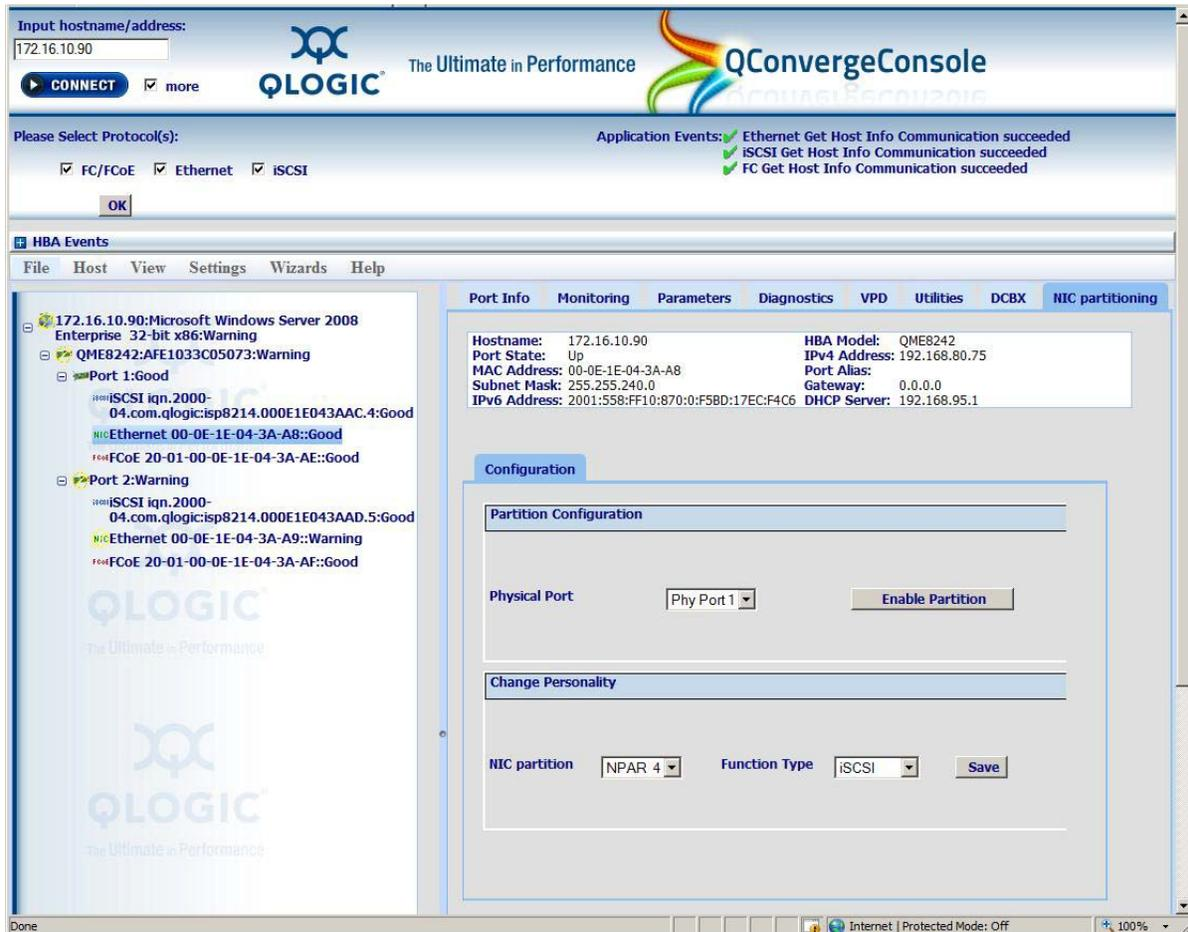

Figure 4-15. Page Configuration du partitionnement NIC (partitionnement indépendant du commutateur)
3. Sélectionnez l'onglet **Partitionnement NIC** (partitionnement indépendant du commutateur). La page de configuration du partitionnement NIC affiche les détails de configuration qui s'appliquent à la configuration de partitionnement indépendant du commutateur sélectionnée et les options de personnalité (voir Figure 4-15).